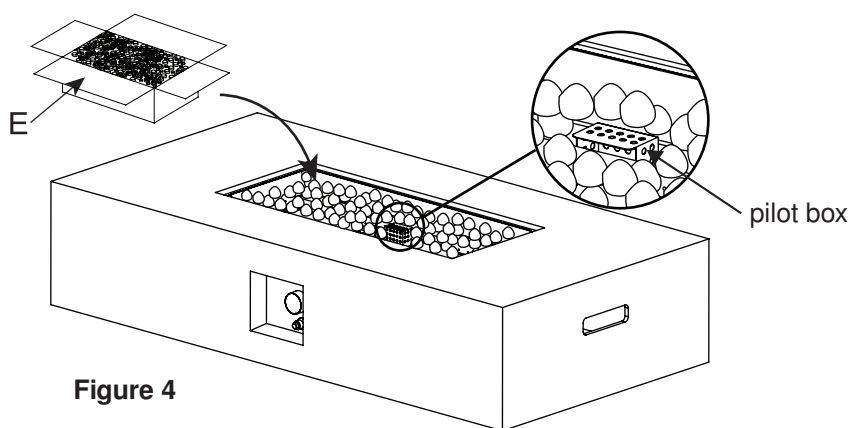

Figure 4
5. Wsyp kamienie lawowe (E) do misy paleniska (B) (zobacz Figure 4).